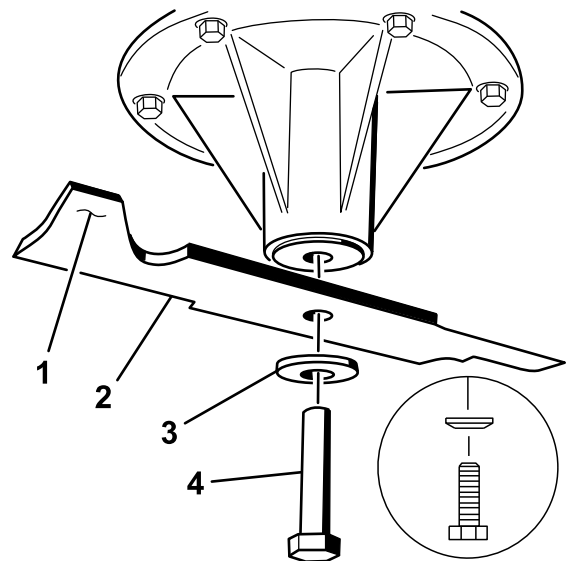

Figure 98
2. Enlevez de l'axe, le boulon, la rondelle bombée et la lame (Figure 98).
- Si la lame est déséquilibrée, limez un peu l'extrémité de l'ailette seulement (Figure 98).